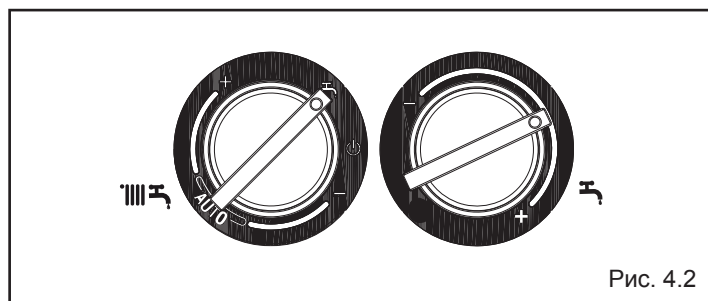

Рис. 4.2
- установите переключатель режимов работы на символ «☼» (рис. 4.2)